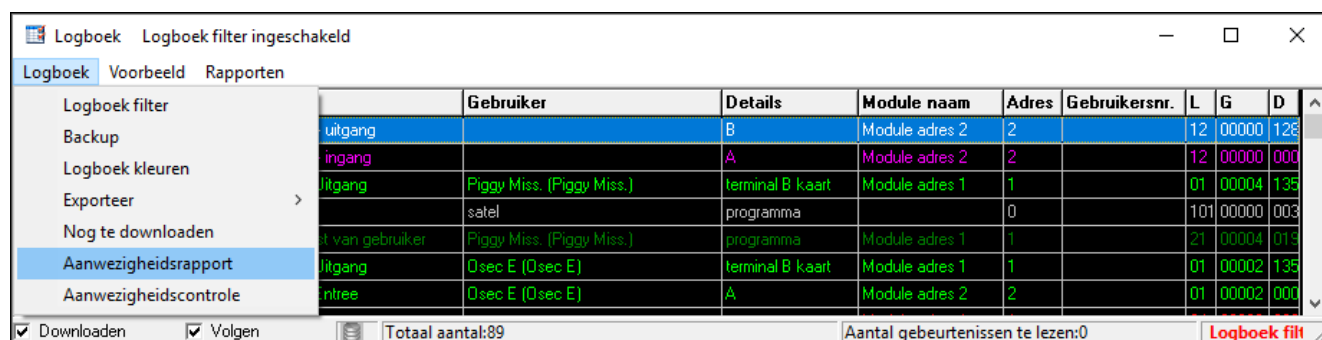

Fig. 34. AANWEZIGHEIDSRAPPORT keuze in het LOGBOEK scherm.
- Open het LOGBOEK scherm en klik linksboven in op LOGBOEK en klik in het menu op het AANWEZIGHEIDSRAPPORT (zie Fig. 34);
- Open het LOGBOEK scherm, klik op LOGBOEK links bovenin en selecteer in het menu AANWEZIGHEIDSCONTROLE (zie Fig. 34.);